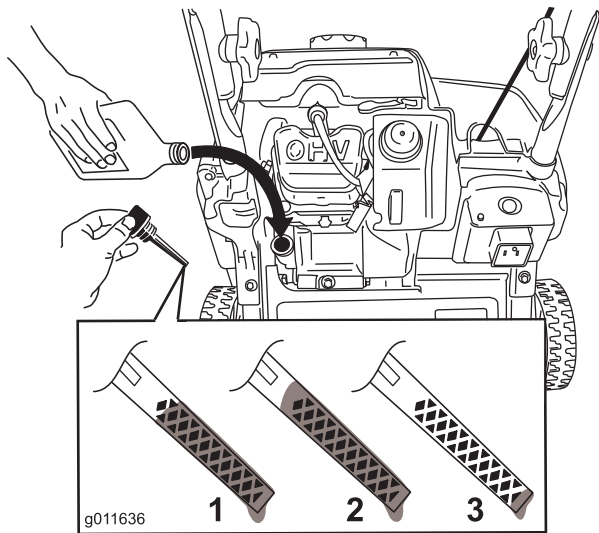

Bild 8
2. Reinigen Sie den Bereich um den Öleinfülldeckel (Bild 8).
Hinweis: Siehe Bild 8, wie Sie den richtigen Ölstand am Peilstab ablesen.
Bild 8 dargestellt. Wenn Sie zu viel Öl in den Motor füllen, lassen Sie etwas Öl ab, siehe Wechseln des Motoröls“.